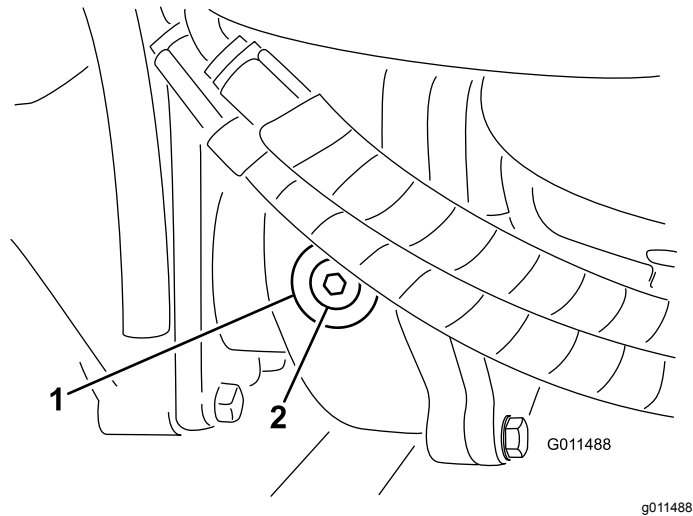

Figura 87
2. Retire el tapón de verificación/llenado del lado izquierdo de la caja de engranajes y asegúrese de que el lubricante llega al borde inferior del orificio (Figura 87).